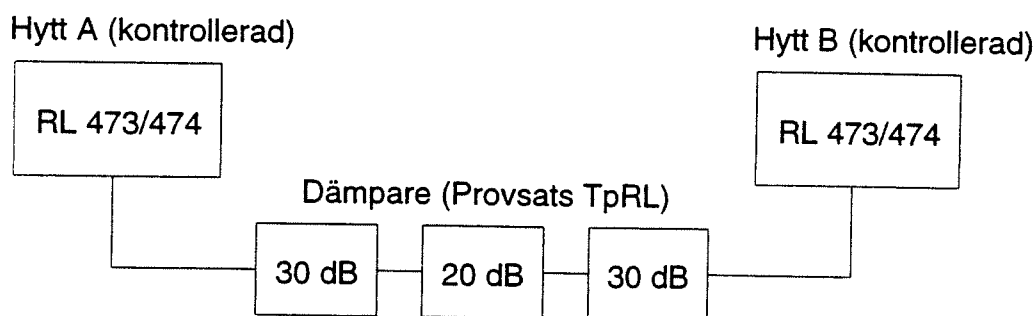

Bild 7. Systemuppkoppling av RL-47-stråk.
- Utför systemkontroll av RL 47 genom att koppla ihop en RL 473 med en RL 473/474 via koaxialkablar och dämpare från Provsats TpRL enligt bild 7 nedan.